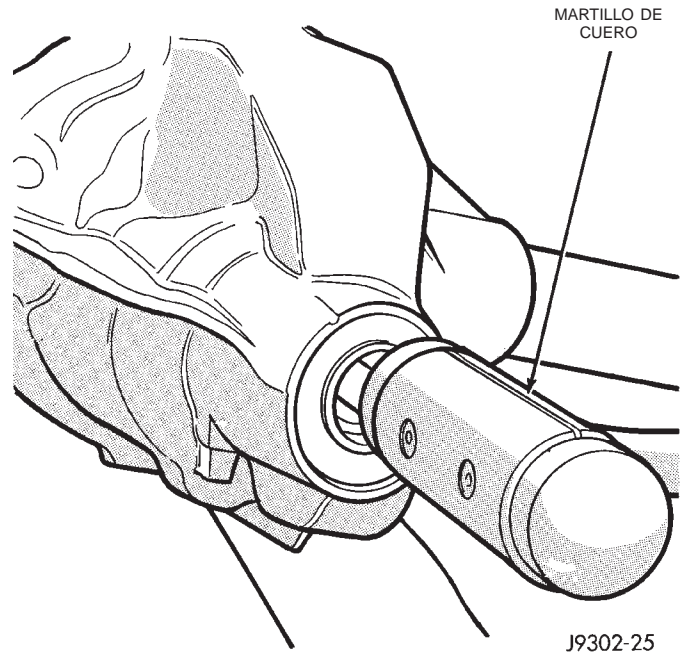

Fig. 36 Desmontaje del piñón satélite
(6) Retire el piñón satélite y el separador plegable de la caja (Fig. 36). Recoja el piñón con la mano para evitar que se caiga y se dañe.